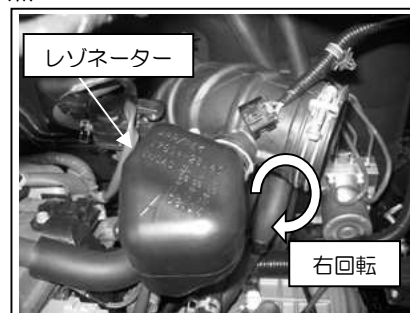

図 3
- ④ 付け根のバンドを緩め、レゾネーターを右に 90° 回転させます。図 3 参照